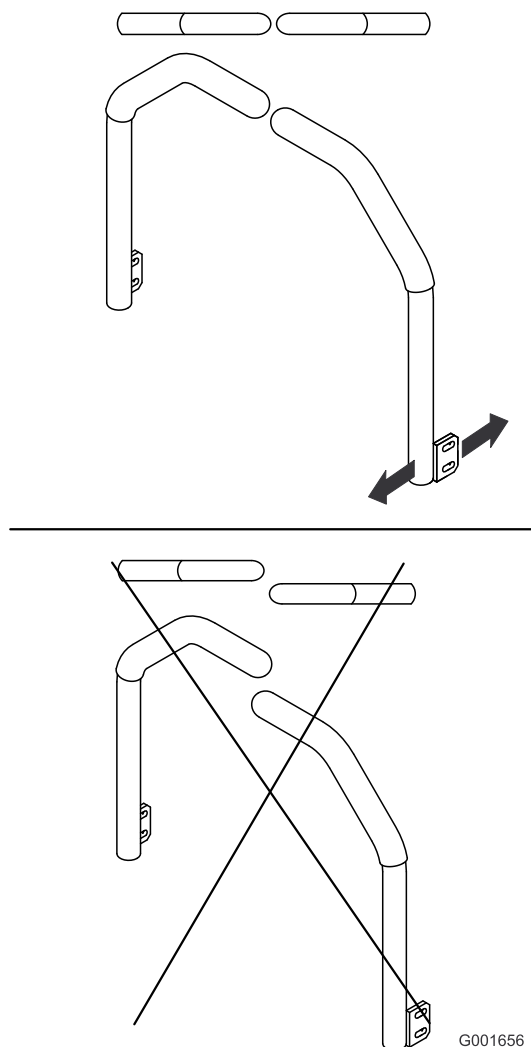

Figura 69
5. Ajuste las palancas de control de forma que queden alineadas entre sí (Figura 69) y apriete los pernos para fijar las palancas a los soportes.